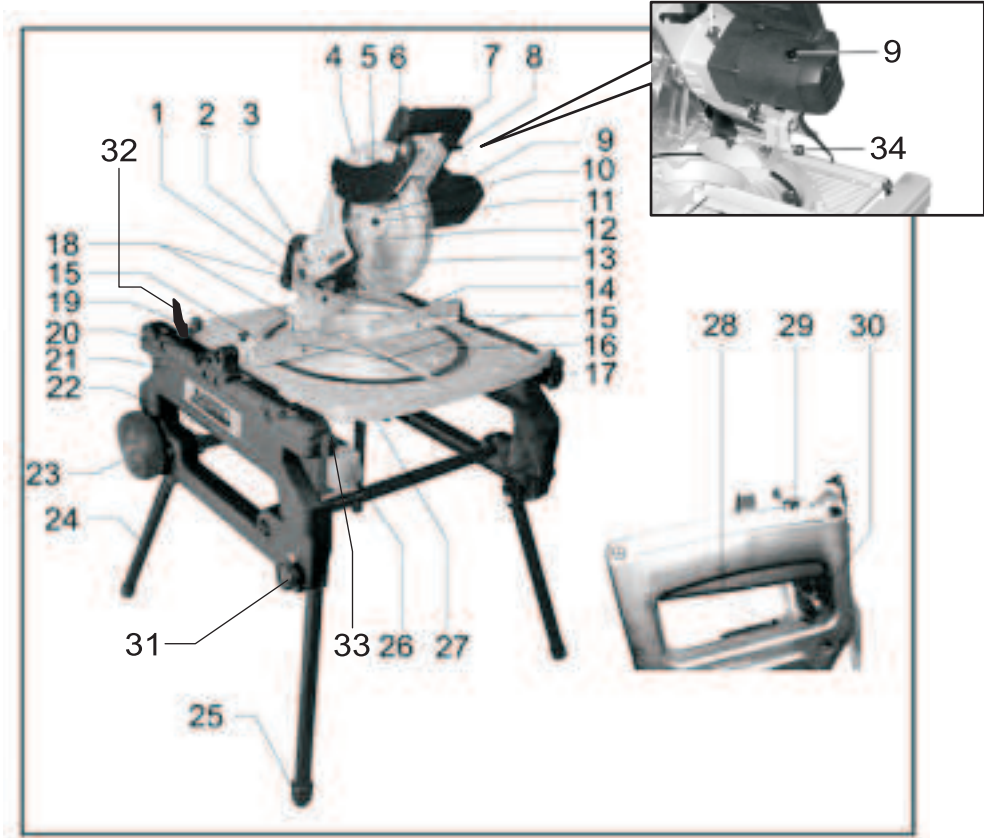

Рис. 1
Общий вид пилы представлен на рис. 1
Для предотвращения «обратного удара» на данной пиле применяется расклинивающий нож 5 (рис. 1). Расклинивающий нож является защитным устройством и для обеспечения безопасной работы должен быть правильно установлен. Расстояние между наружным краем пильного диска и расклинивающим ножом должно составлять от 3 до 5 мм.
7.5 Параллельный упор (рис. 1) (в режиме циркулярной пилы)